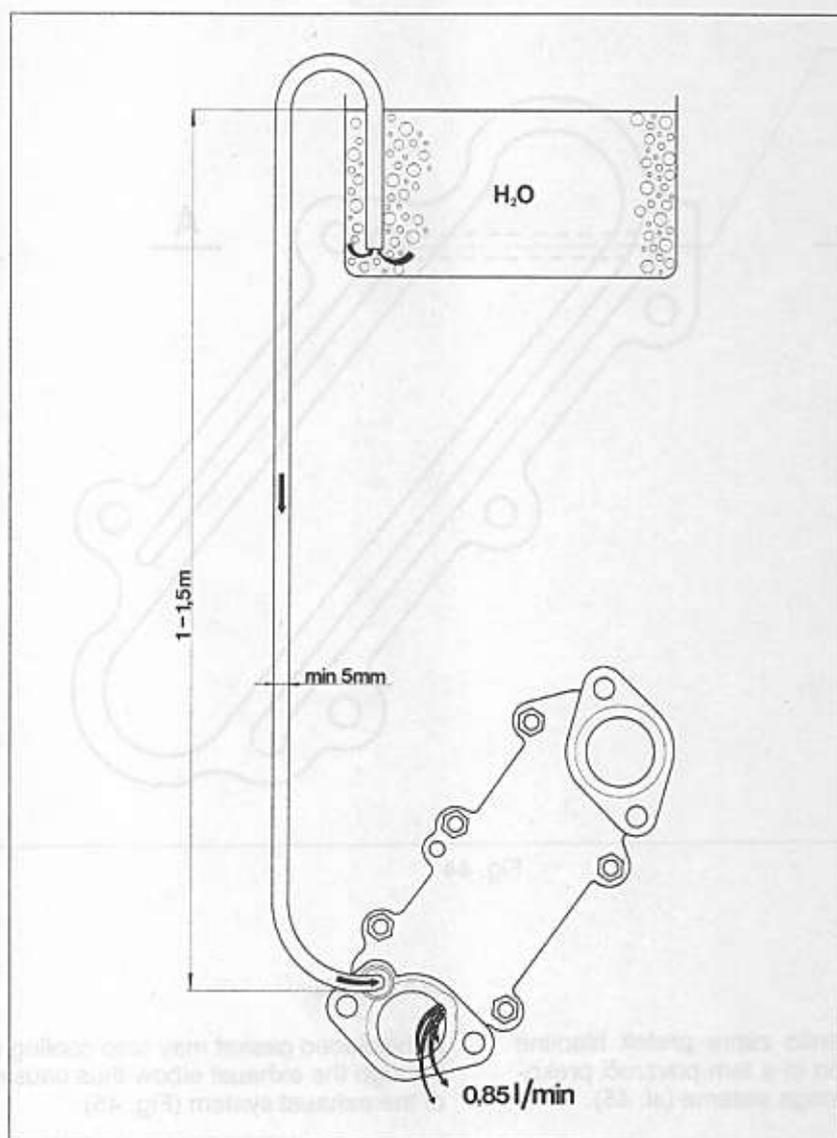

Fig. 43
- engines found to have poor cooling should be checked for proper passage (Fig. 43);
- Se un motore presenta uno scarso raffreddamento è consigliabile controllare la marmitta secondo le operazioni riportate in Fig. 43.